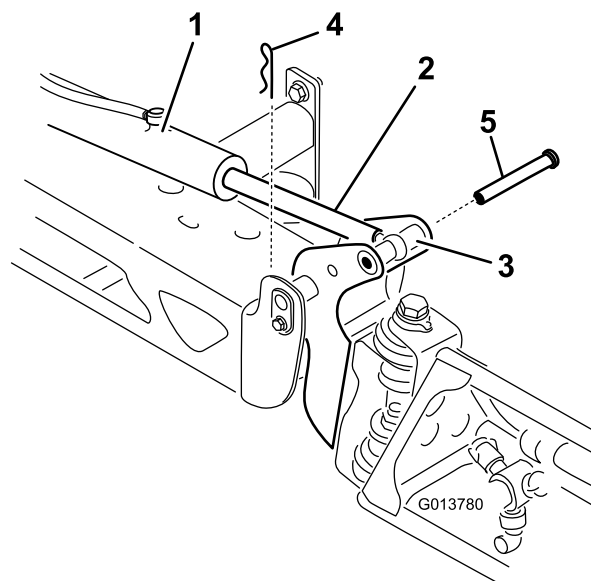

図 83
2. ピボットピンからコッターピンを抜き取る 図 83。
3. ブームを持ち上げて、ピンを外し 図 83、ブームをゆっくりと床面に降ろす。
9. ブームを支えながら、ブームのピボットとアクチュエータロッドにピンを通す (図 83)。